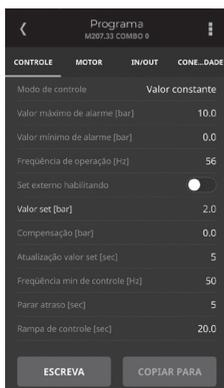

Figura 12 - Tela Valor Set [bar] alterado
11. Após o procedimento anterior, a tela aparecerá, conforme a Figura 12. Note que o valor do parâmetro Valor Set [bar] ficará na cor amarela, indicando que o valor foi alterado. Para salvar a alteração pressione a tecla ESCREVA.